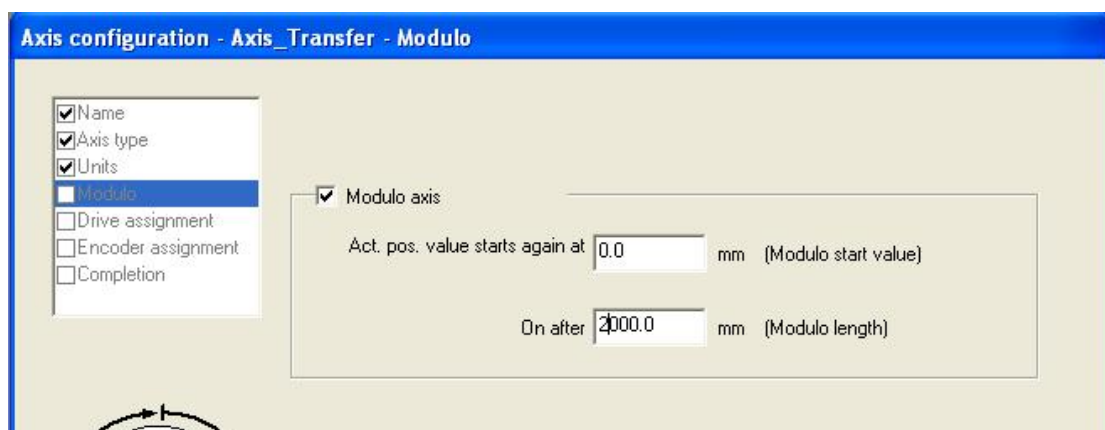

图 5.69 配置 Axis_Transfer 为模态轴
4. 创建名为 Axis_Transfer 的线性定位轴，并勾选模态轴选项，模态值为 0~2000mm。如图 5.69 所示。